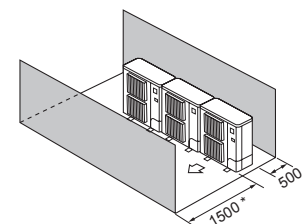

Fig. 2-16
- ④ Obstacles uniquement à l'avant et à l'arrière (Fig. 2-16)